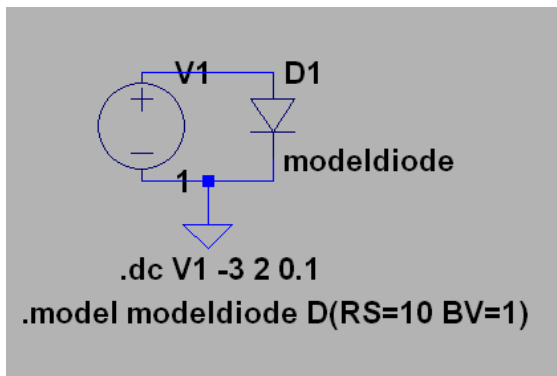

Figura 1: Paràmetres del model del díode en SPICE
**Exercici 1.** Simuleu un escombrat en DC de -10 a 10 V d'un díode (ideal). Obtingueu la intensitat en funció de la tensió i digueu quins paràmetres o resultats que obteniu són irreals. Representeu la intensitat en funció de la tensió, i alhora la potència (per això premeu la tecla ALT alhora que el botó esquerre del *ratolí* sobre el dispositiu un cop tingueu la simulació feta). Editeu el model del díode (a la Figura 1 podem veure un exemple de com fer-ho a través de la directiva *.model*). Editeu i simuleu el díode per a que sigui més realista.